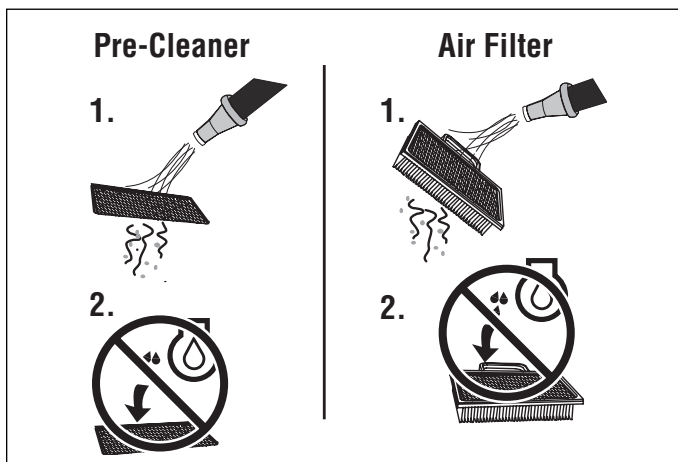

Abbildung 28. Luftfilter warten
1. Abbildung 28. Vorfilter in flüssigem Waschmittel und Wasser waschen.
1. Abbildung 28. Falls „Washable“ (zum Waschen geeignet) auf dem Filter aufgeprägt ist, kann der Filter mit warmem Wasser und milder Seife gewaschen werden.